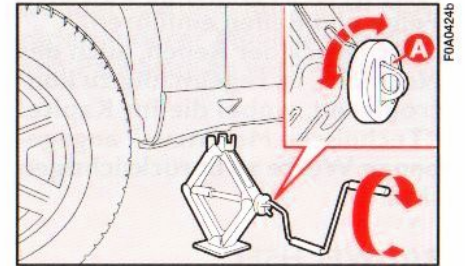
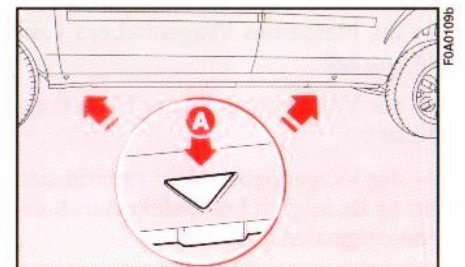

Abb. 7
Abb. 8
10) Am Drehgriff **A**, **Abb. 7** des Wagenhebers so drehen, dass dieser teilweise geöffnet wird; ihn sodann an den Markierungen **A**, **Abb. 8** neben das auszutauschende Rad, unter das Fahrzeug stellen.